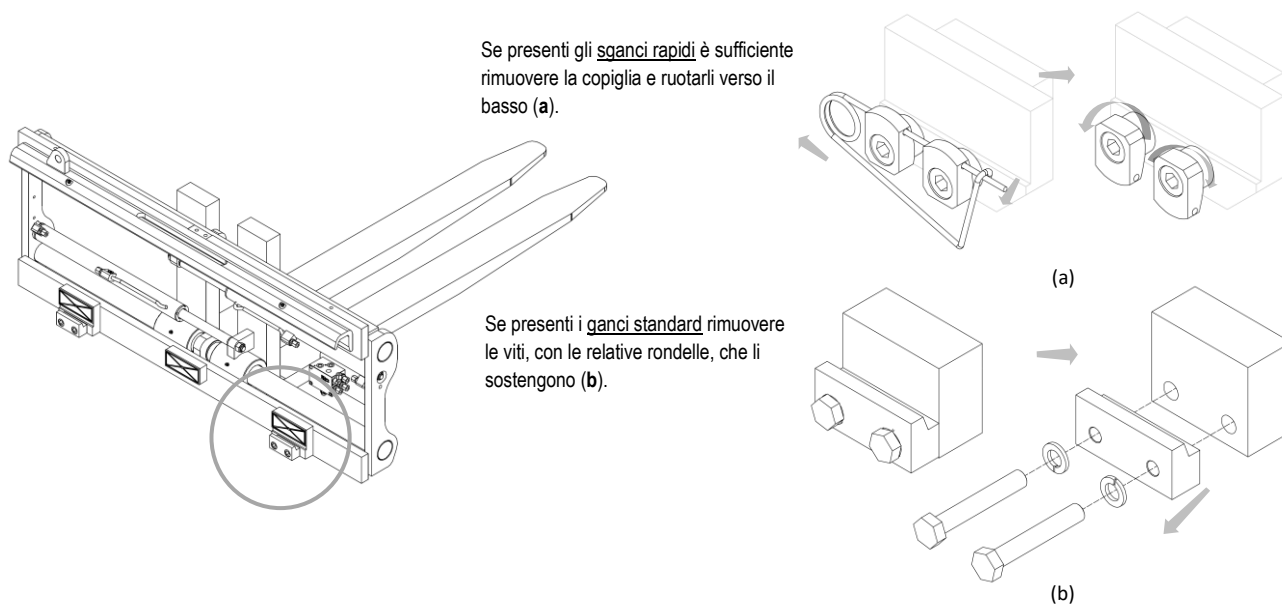

Figura 7
7. Rimuovere i ganci inferiori dall'attrezzatura e ingrassare i lardoni di scorrimento (vedi *Figura 7*).